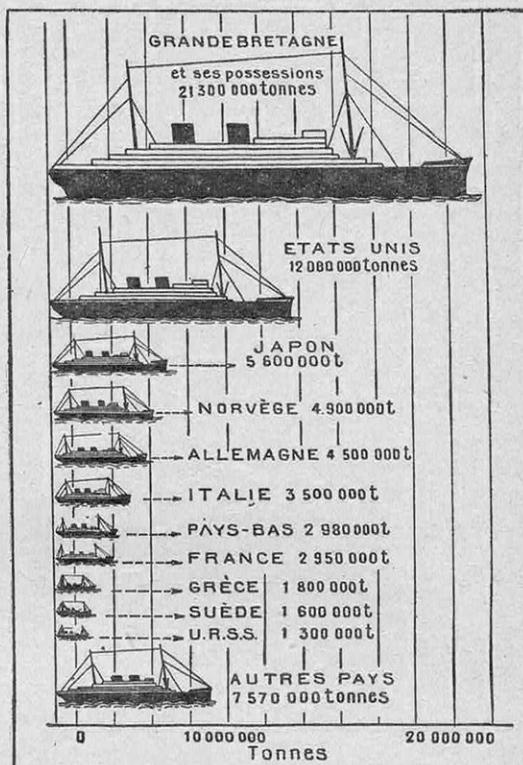

FIG. 2. — RÉPARTITION DU TONNAGE DE LA FLOTTE MARCHANDE MONDIALE ENTRE LES GRANDES PUISSANCES MARITIMES EN JANVIER 1939
De 1914 à 1939, l'Empire britannique et la France n'ont accru que de très peu leurs tonnages (1), tandis que le Japon a augmenté le sien de 328 %, l'Italie de 216 %, les Etats-Unis de 222 %, la Hollande de 207 % et la Norvège de 152 %. Seule, l'Allemagne a marqué un recul, dû à sa défaite pendant la précédente guerre. Néanmoins, comme le montre la figure 2, elle occupait, en 1939, le cinquième rang pour le tonnage
(1) Voir *La Science et la Vie*, n° 266, page 135.
(2) Voir *La Science et la Vie*, n° 269, page 371.
(3) Les chiffres suivants sont extraits des statistiques publiées par le *Moniteur du Pétrole roumain*.